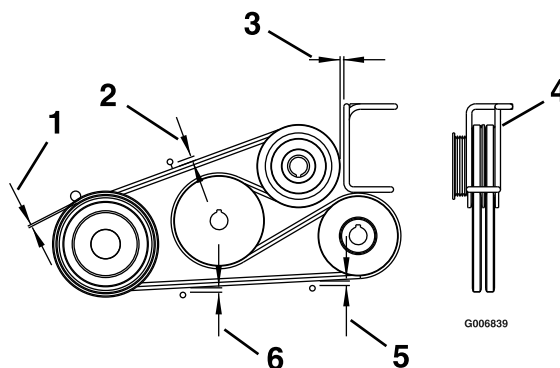

Figura 62
4. Ajuste las guías de las correas, como se muestra en Figura 62.